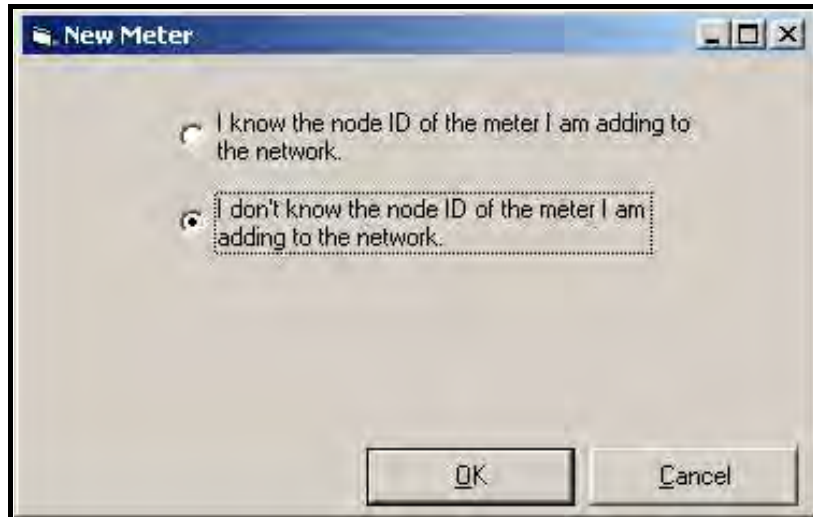

Figura 43: No reconocimiento de la ID de nodo del instrumento
Si desconoce la ID de nodo, seleccione **"I don't know the node ID of the meter I am adding to the network"** (Desconozco la ID del medidor que estoy añadiendo a la red) y haga clic en el botón OK (consulte la Figura 43).
**Nota:** La red a la que hace referencia la Figura 43 es la red a través de la cual se comunican el nuevo medidor y el ordenador.